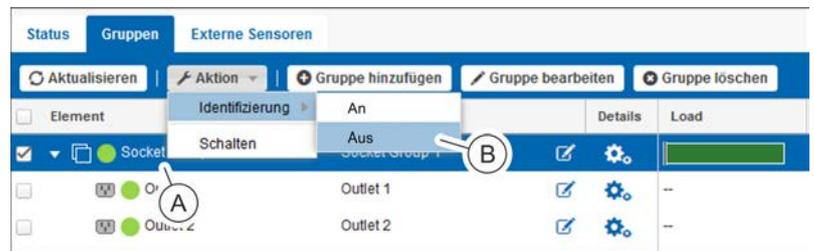

Abb. 155: Menü "Status" – Registerkarte "Gruppen"
3. ➤ Gewünschte Steckdosengruppe auswählen (Abb. 155/A).
4. ➤ Über „Aktion → Identifizierung → Aus“ (Abb. 155/B) die Identifizierung der Steckdosengruppe ausschalten.